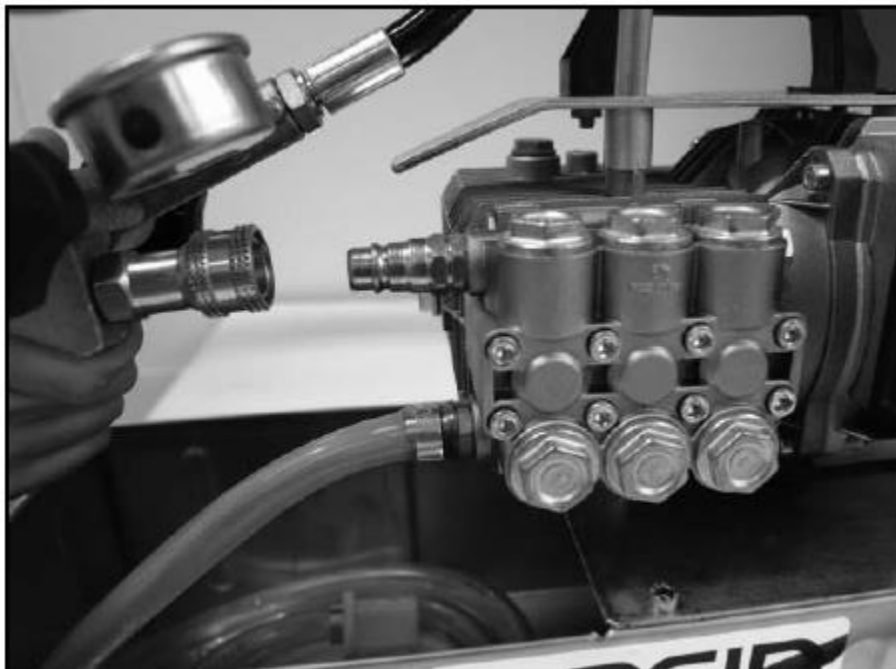

Fig.4: attacco tubo in pressione sulla mandata della pompa
In fig.4 è riportato l'attacco del tubo in pressione sulla sezione di mandata della pompa.
1. Collegare il tubo di pressione (fig.4) alla linea da controllare.